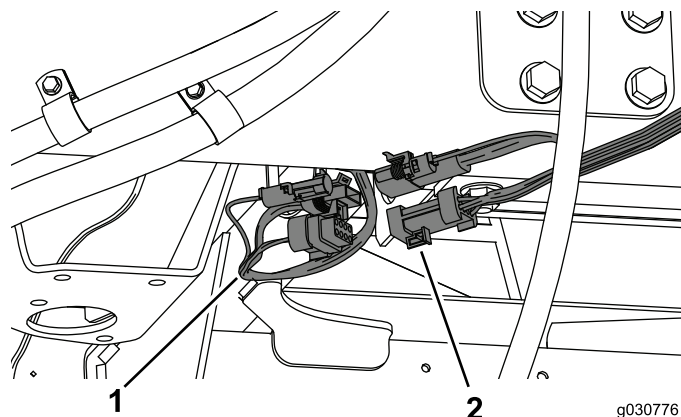

Рисунок 47
1. Подсоедините жгут проводки от кабины к жгуту проводки на правой стороне машины (Рисунок 47).